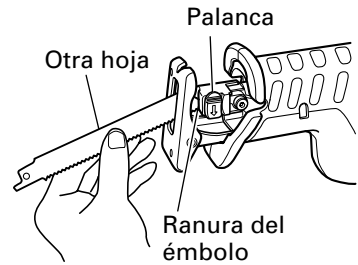

Fig. 8
- (1) Si una parte de la hoja de sierra rota sobresale de la pequeña hendidura del émbolo, extraiga la parte saliente y extraiga la hoja.
- (2) Si la hoja de sierra rota se encuentra oculta dentro de la pequeña hendidura, enganche la hoja rota utilizando la punta de otra hoja de sierra y extráigala. (Fig. 8)